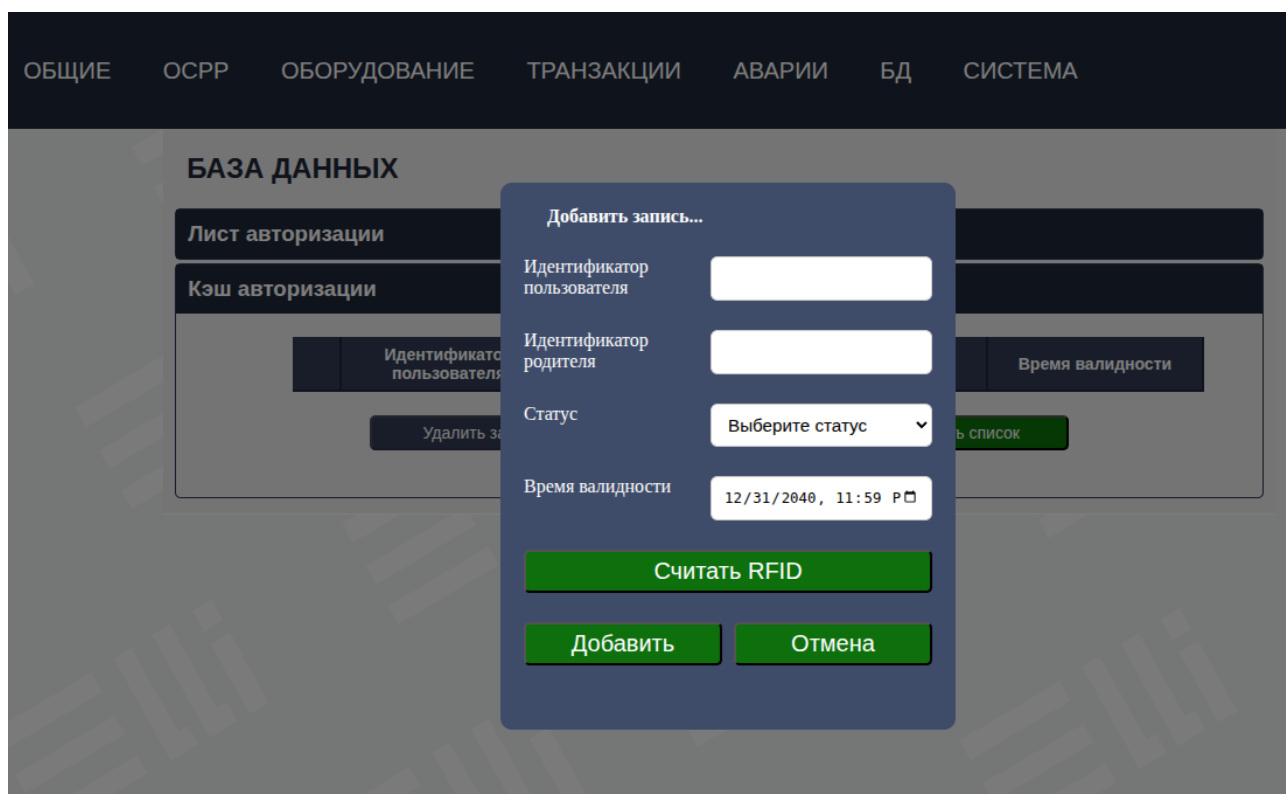

Рисунок 20. Вид окна добавления авторизационной записи web-интерфейса панели оператор
6.2. Кликнуть на кнопку «Добавить запись», откроется окно для добавления авторизационной записи (рисунок 20).